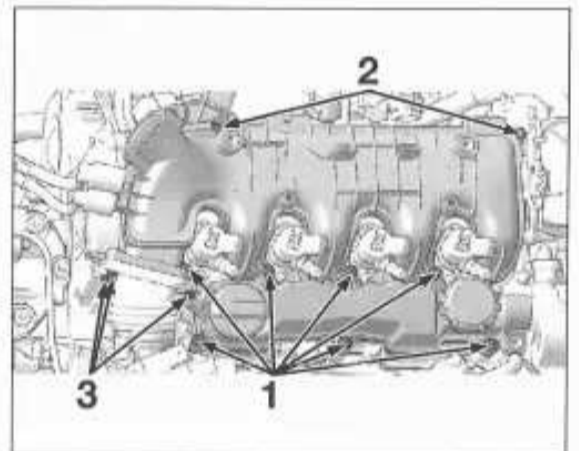

FIG. 49
- Separar el intercambiador EGR (4).
- las fijaciones (1) de la tapa de culata (fig. 49).
- las fijaciones (2) del colector de admisión.
- las fijaciones (3) de la caja de resonancia del turbocompresor.